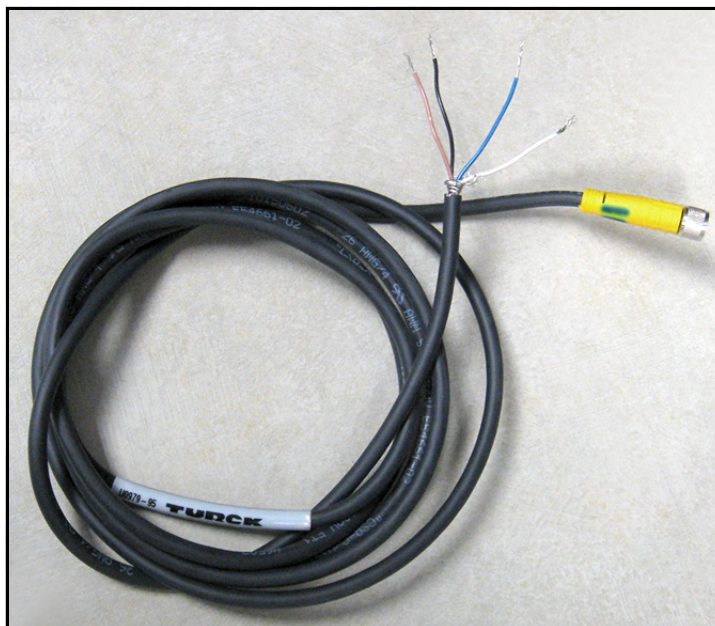

Figure 26: Vier-draden, IQ.sondekabel
1. Voer het einde van de sondekabel in (zie *Figure 26* hieronder) met de connector op de sonde en draai de connectorkop met de klok mee tot deze vast zit.